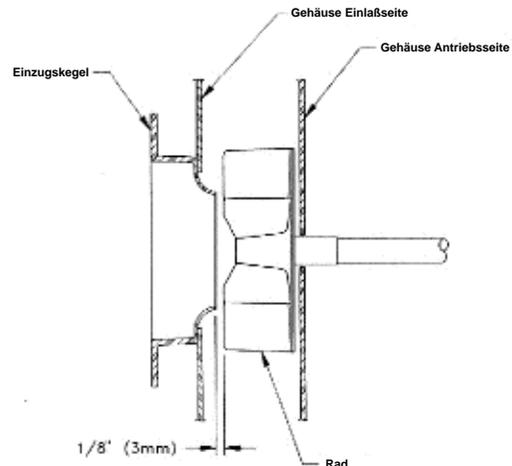

Abbildung 3
- Zum Einbau einer neuen Rad/Welle-Baugruppe führen Sie die Welle in die Lager ein, ohne die Stellschrauben anzuziehen. Positionieren Sie die Rad/Welle-Baugruppe unter Einhaltung der richtigen Abstände aus Abb. 3 und Tabelle 2. Erst wenn Rad/Welle im Gehäuse ausgerichtet sind, ziehen Sie die Lager-Stellschrauben an.